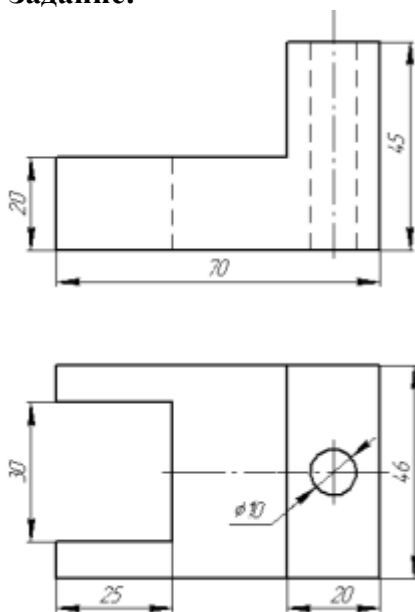

Рисунок 25
- 1.Задание выполнить по вариантам на формате А3, см. рис.25;